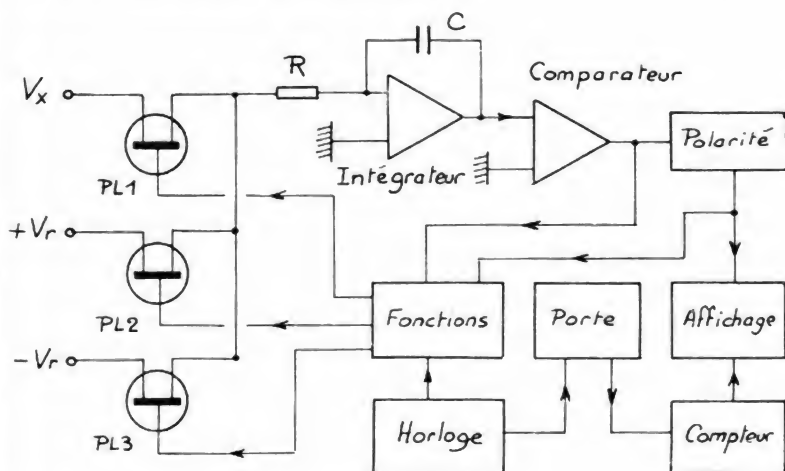

Fig. 4. - Convertisseur double rampe.
3. Convertisseur à double rampe (voir fig. 4 et 5)
ICL7135... Toutefois, quelques perfectionnements ont été ajoutés au schéma d'étude proposé figure 4.